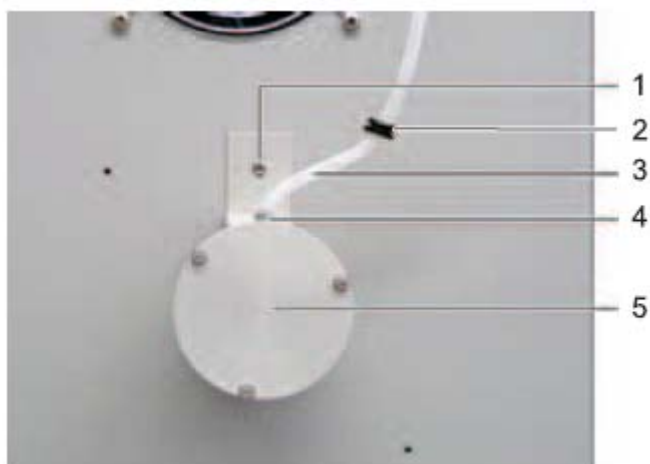

图 126 灰尘捕集器的背部面板（没有外包层）
4. 卸下固定角板的十字螺丝（图 126 中 1）。
5. 从灰尘捕集器卸下氧气管的螺帽，从灰尘捕集器上拆下氧气管（图 126 中 2）。
6. 将氧气管（图 126 中 2）推到灰尘捕集器的测量气体接口上，将螺母（图 126 中 3）拧紧。
7. 拧紧外壳角板上的十字螺丝（图 126 中 1）。